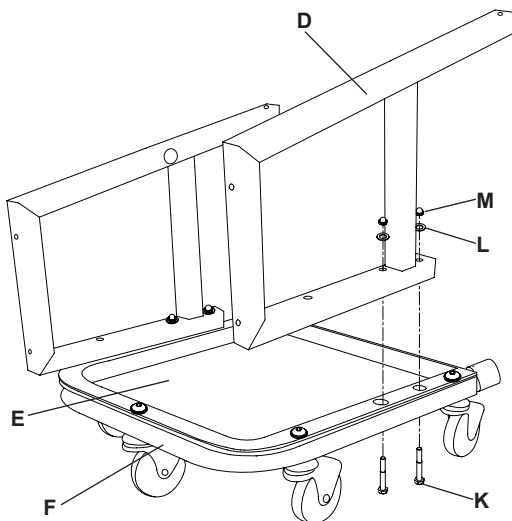

Figure 2 : Assemblage du plateau à outils et des roulettes
2. Fixez ensuite les deux bâtis latéraux (D) du galet sur le bâti à roulettes (F) avec deux corps de boulon à tête hexagonale M8 x 60 (K), deux rondelles (L) et deux écrous borgnes (M) (Figure 2).